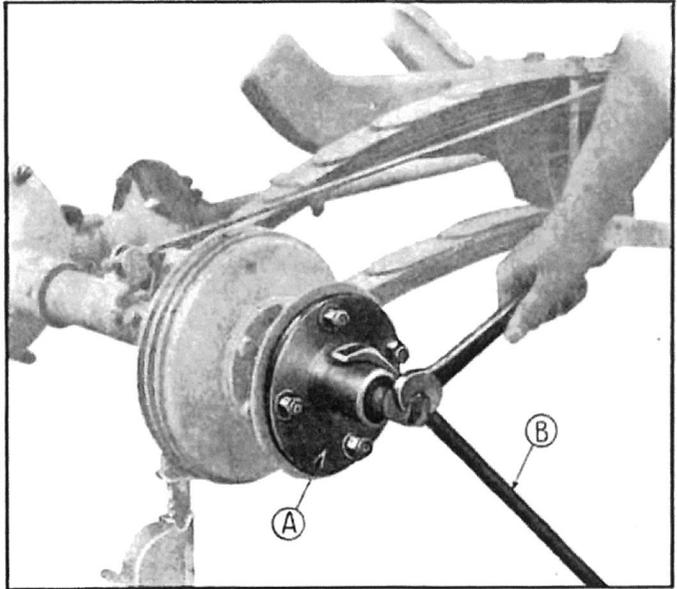

Fig. 178. - Démontage d'un moyeu de roue AR.
- 4—Dévisser les chapeaux aluminium des moyeux ; dégoupiller et enlever les écrous de blocage des moyeux. Retirer les moyeux en se servant de l'arrache-moyeu spécial. Pour cela : recouvrir l'extrémité de l'arbre de roue avec le protecteur cimenté et fixer l'appareil sur le moyeu à l'aide des tocs d'entraînement (fig. 178)